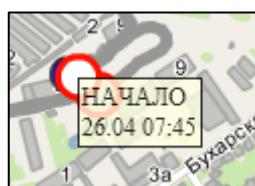

Рисунок 34 – Обозначение начала маршрута в графическом отчете
- «Начало маршрута» — отображается белой точкой с красным контуром (Рисунок 34);